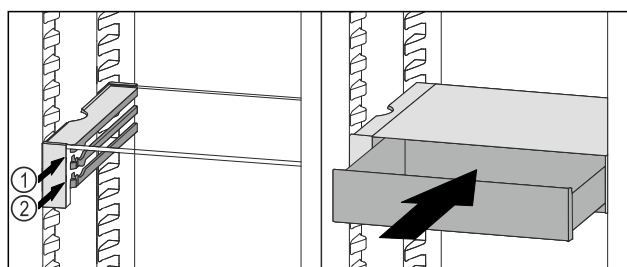

Fig. 130
- ▶ Coloque el cajón VarioSafe en la nervadura deseada Fig. 130 (1) o Fig. 130 (2) detrás de los topes.